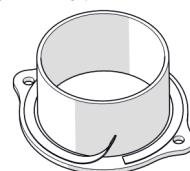

Рисунок 6.
2. Со стороны патрубка на коннектор приклейте самоклеящуюся ленту из стекловолокна, входящую в комплект поставки, отрезать излишek (см. рисунок 6).